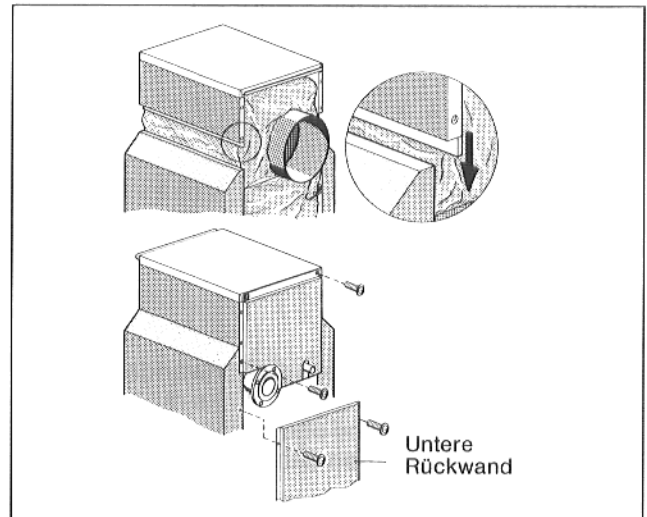

Abb. 16
- Komplette montierte Haube von oben so auf die Seitenwände auflegen, daß die Abkantung innen an den Seitenwänden anliegt (Abb. 16).
- Rückwand der Haube mit der rechten und linken Seitenwand mit je 1 Blechschraube verschrauben (Abb. 16).
- Untere Rückwand an den Seitenwandabkantungen anlegen und rechts und links mit je 2 Blechschrauben verschrauben (Abb. 16).